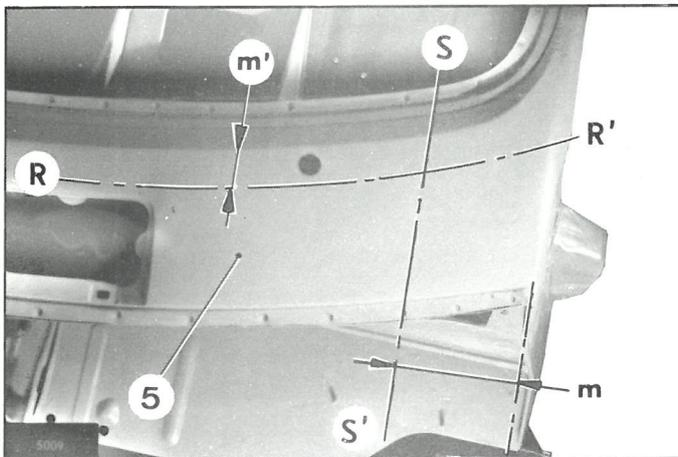

Fig. 7
Décaper les zones de soudure des éléments à assembler, ainsi que la face interne de la partie inférieure (5) (fig. 7) de la baie de pare-brise.